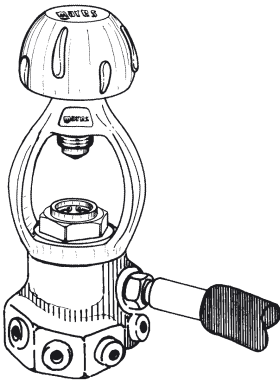

Fig. 1a
- Maximaldruck 232 bar (INT-Anschluß - YOKE CGA 850) Abb. 1a.